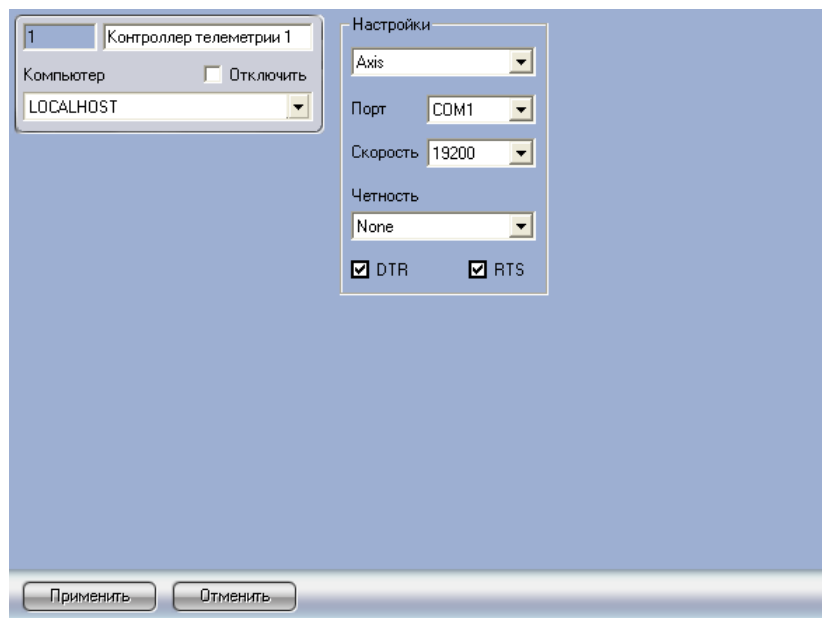

Рис. 3.4—8 Настройка объекта «Контроллер телеметрии» для работы с пультом «Axis T8310»
2. Настроить объект «Контроллер телеметрии» следующим образом (Рис. 3.4—8):